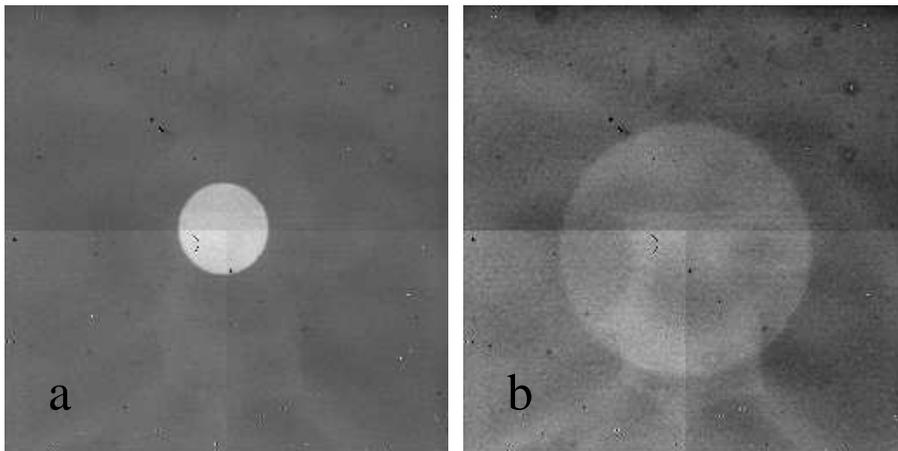

FIGURA 4.1: Imagen de la **Apertura chica** centrada en las cámaras  $f/4.5$  (a) y  $f/13.5$  (b).
3. Antes de mover cualquier elemento en orden de alinear, verifique la posición actual de la cámara. Para esto, en el menú de la rueda de rendijas seleccione la **Apertura chica** (ver sección 3.3.2 y Tabla 2.3). Coloque la rueda de rejillas en la posición **Espejo**. Coloque la rueda de filtros en el filtro **7 - K'**. Active el botón **Foco**, escriba 1 seg. en la ventana del tiempo de integración, 2 lecturas y un addup. Inicie exposiciones sucesivas presionando el botón **Expone**. Deberá observar un círculo iluminado en el centro del detector. El tamaño del círculo depende de la cámara en uso:  $\sim 40$  pixeles con la cámara f/4.5 y  $\sim 128$  pixeles con la cámara f/13.5 (ver Figura 4.1).
5. Si el círculo no estuviera bien centrado en la dirección Este-Oeste (izquierda-derecha, en la ventana de despliegue de la imagen de la interfaz de usuario) verifique la posición de la rueda de rendijas. Si la posición por omisión para la **Apertura chica** es correcta (posición 700), proceda a mover la posición de la rueda de rendijas (usando la ventana de edición del menú correspondiente) en pasos de 1 en 1 unidades. Si la cantidad que necesita mover la rueda de las rendijas es mayor que 5 unidades inicialice la rueda de rendijas (ver sección 3.3.3) y verifique nuevamente la posición de la imagen del círculo de la **Apertura chica** con exposiciones consecutivas. En la figura 4.1 se muestra cómo luce la imagen de la apertura chica cuando está centrada.